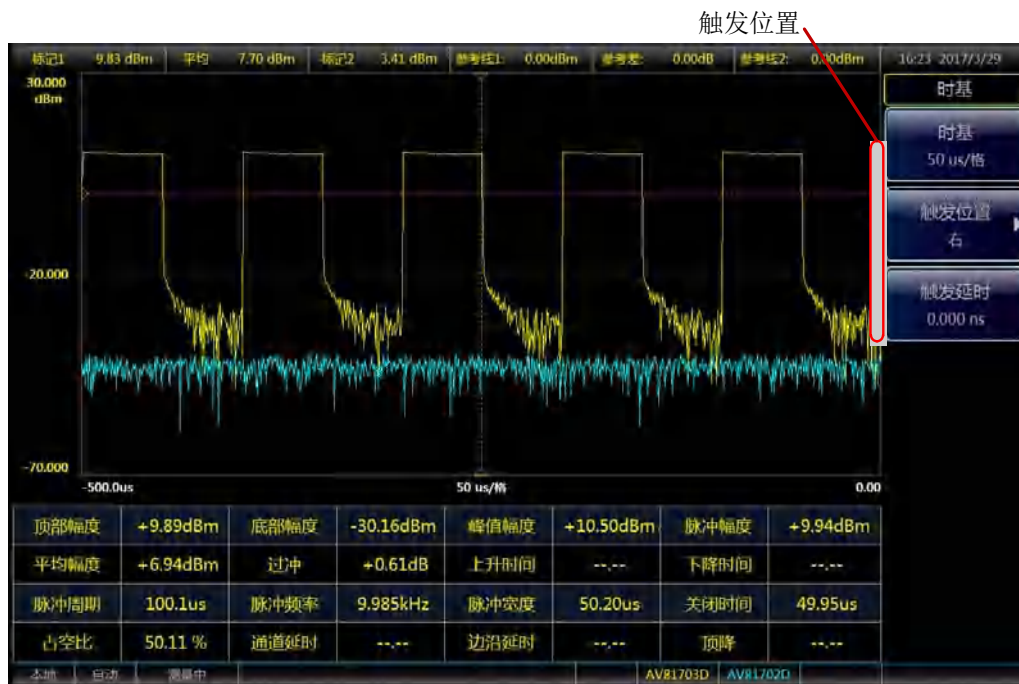

图 4.12 触发位置位于屏幕右侧
- 步骤 4. 设置【时基】> [触发位置] > [右]，如图 4.12 所示，触发位置位于屏幕右侧；